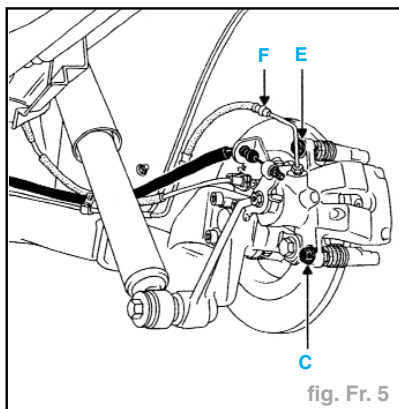

fig. Fr. 5
- Déposer la vis (C) de la colonnette inférieure (fig. Fr. 5).
- Replacer l'étrier dans sa position et positionner une vis neuve de fixation (C) de la colonnette inférieure en la serrant au couple (fig. Fr. 5).
- Débloquer le flexible frein (F) coté récepteur (fig. Fr. 5).
- Déposer les deux vis de colonnette (C) et (E) (fig. Fr. 5).